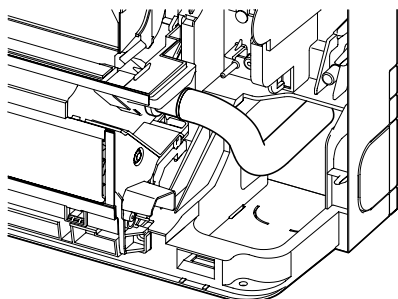

Fig. 5-4
- Den Ablassschlauch entlang der Ablaufwanne verlegen. (Fig. 5-4)